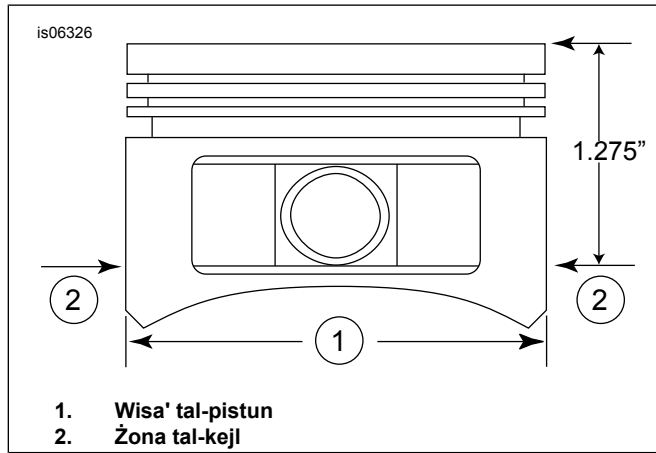

Figura 2. Kejl tal-Pistun
5. Ara Figura 2 . Kejjel il-wisa' tal-pistun (1), 90 grad orizzontalment miż-żewġ naħat tat-toqba tal-pinn tal-pistun tat-toqba tal-pinn u 1.275 pulzieri 'l isfel mill-wiċċ tal-kabina fuq) tal-pistun (2). Ara Tabella 5 għall-installazzjoni tal-pistun mač-čilindru f'dan il-post.